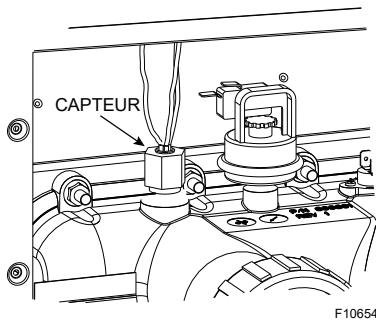

Figure 34. Capteur de température numérique
- Modèles numériques:** retirez le capteur du thermostat en desserrant l'écrou du raccord à compression. Réacheminez le capteur vers le côté gauche de l'appareil. Voir **Figure 34**.
- Retirez du distributeur d'entrée/sortie les 12 écrous qui maintiennent le raccords de retour à la plaque de montage. Nettoyez la surface de la plaque de montage où repose le joint d'étanchéité. Nettoyez également le distributeur et le joint d'étanchéité. Appliquez un lubrifiant sans produit pétrolier sur le joint d'étanchéité (ex.: Aqualube). Réassemblez le distributeur d'entrée/sortie de l'autre côté, en prenant soin de les installer en position verticale. Ne serrez pas trop. Le couple ne doit pas dépasser 7 pi-lb. Voir **Figure 34**.